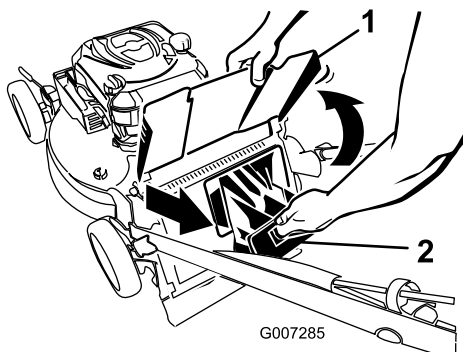

Figure 27
2. Soulevez le déflecteur d'éjection et gardez-le dans cette position (Figure 27).
3. Retirez l'obturateur d'éjection arrière (Figure 27).